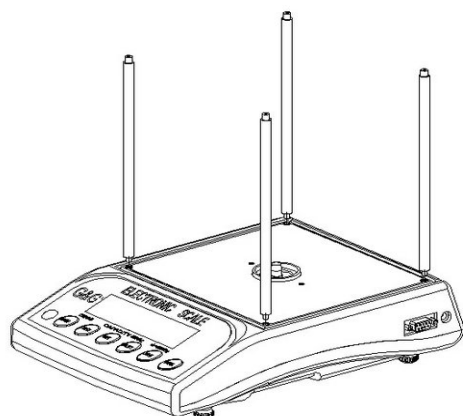

图 1
1、图 1 中
4) 将 4 个立柱带螺纹的一头安装在电子天平机壳的 4 个对应的镶件处拧紧，如图 1 所示。